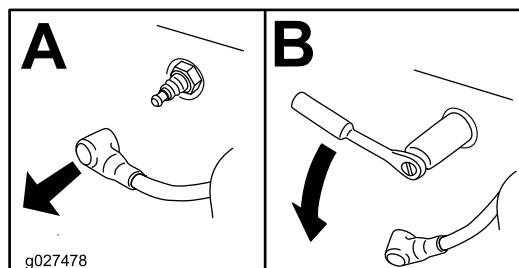

Figure 43
4. Enlevez la bougie (Figure 43).